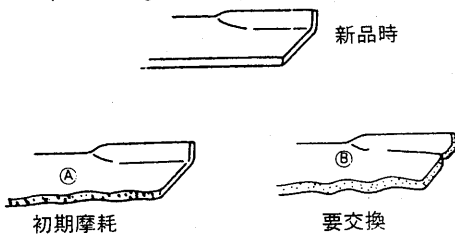

図64 刈刃の交換
良い芝刈作業をするために刈刃は常に鋭く研いでおいてください。草の切断面がむしれたようになっているのは刈刃が摩耗した証拠です。図64に示すように①刃になっていたらすぐに研いでください。また、②刃になりそうだったらただちに交換してください。